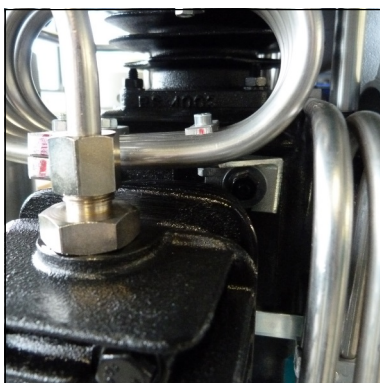

Abb. 1 - Befestigungsmutter lösen
- Befestigungsmuttern des Kühlerhalters (Abb. 1) und Rohrleitungsverschraubungen festziehen (Abb. 2+3).